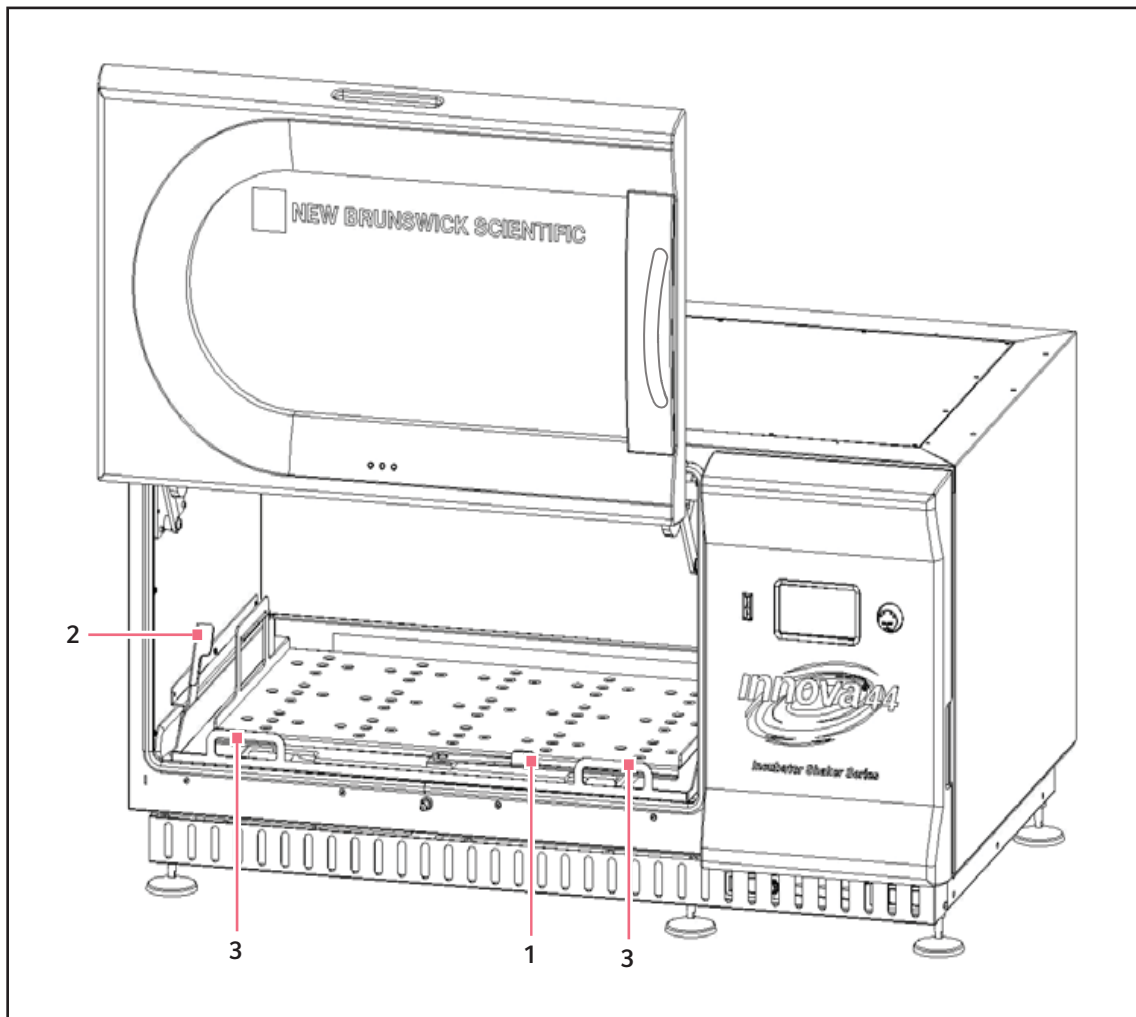

Abb. 9-16: Ausziehplattform ausrücken
2. Drehen Sie den Nockenhebel an der Sub-Plattform (siehe Abb. 9-16 auf S. 70) 180° im Uhrzeigersinn. Er müsste nun nach links zeigen.
3. Ziehen Sie die beiden seitlichen Hebel (siehe Abb. 9-16 auf S. 70) nach unten. Dadurch wird die Plattform von der Sub-Plattform freigegeben.
4. Ziehen Sie die beiden Griffe an dem Ausziehmechanismus (siehe Abb. 9-16 auf S. 70) zu sich. Damit verschieben Sie die Plattform in eine leicht zugängliche Position.